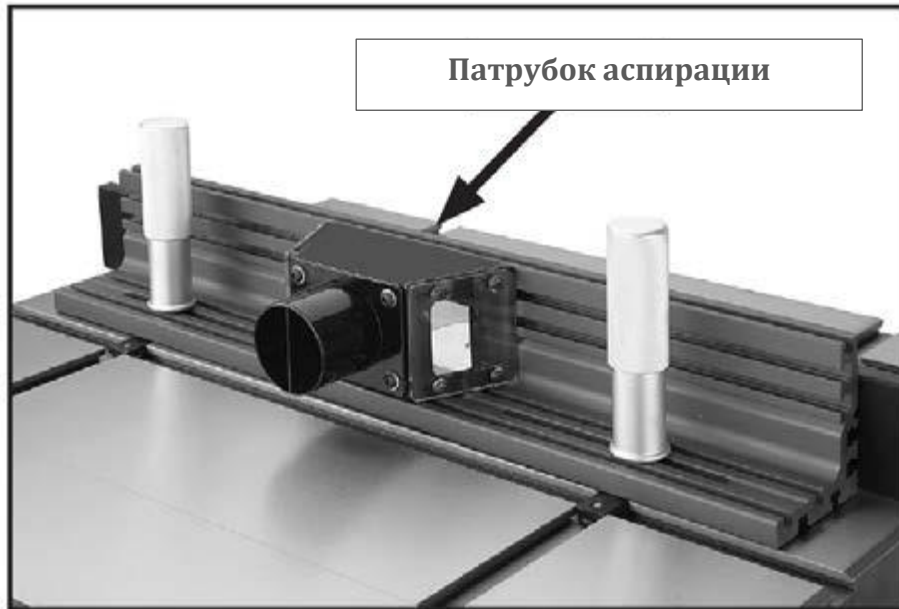

Рис. 9. Патрубок аспирации, установленный на параллельном упоре
10. Установить патрубок аспирации на задней стороне параллельного упора с помощью четырёх винтов М6-1 x 10 и 4 плоских шайб 6 мм, как показано на *рис. 9*.